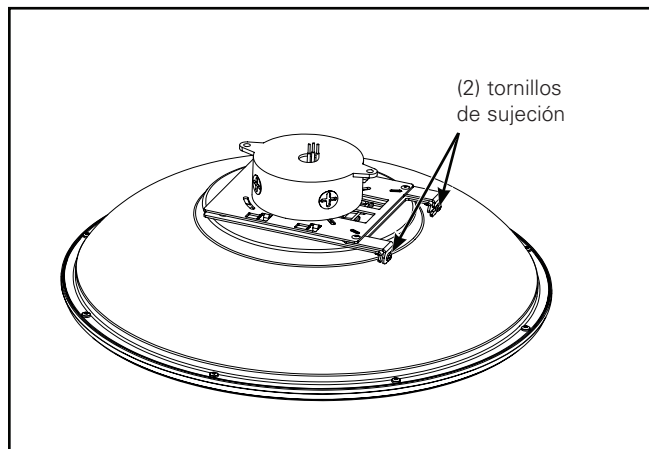

Figura 6.
- Balancee ambas bisagras de sujeción nuevamente en su lugar y ajuste los tornillos de sujeción a 10 pulg.-lb (1,13 Nm) (Figura 6).